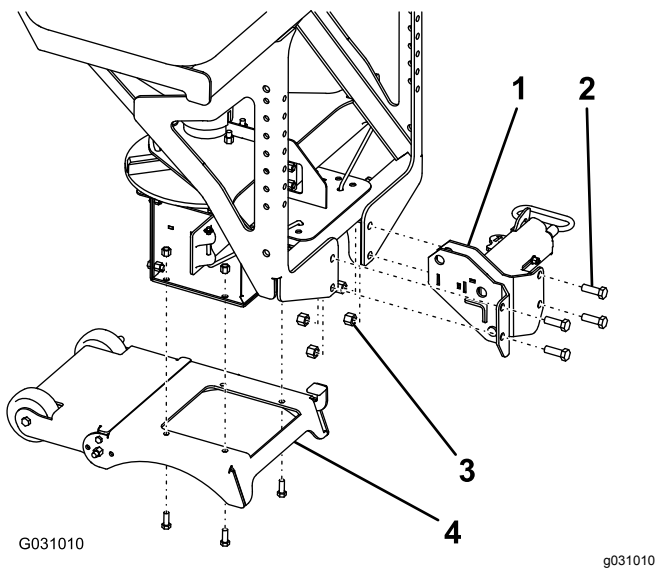

Figura 8
- Monte el acoplamiento RT3 en el esparcidor con 4 pernos (1/2") y contratuercas (1/2"), y apriete los pernos a 76 N·m (56 pies-libra) como se muestra en la Figura 8.
- Monte el conjunto de la pata en el esparcidor con los 4 pernos existentes (3/8") y contratuercas (3/8"), y apriete los pernos a 27 N·m (19.7 pies-libra) como se muestra en la Figura 8.